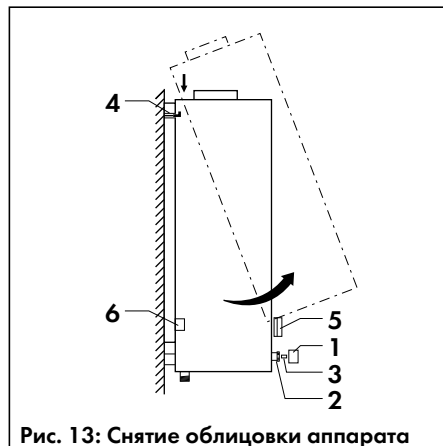

Рис. 13: Снятие облицовки аппарата
- Снимите ручку поворотного переключателя (5).
- Снимите ручку регулятора температуры (1) со шпинделя (3) и отверните против часовой стрелки находящуюся под ней крепёжную гайку (2).
- Высвободите облицовку в направлении на себя из нижних направляющих и снимите её вверх, сняв с держателей (4), как показано на рис. 13.